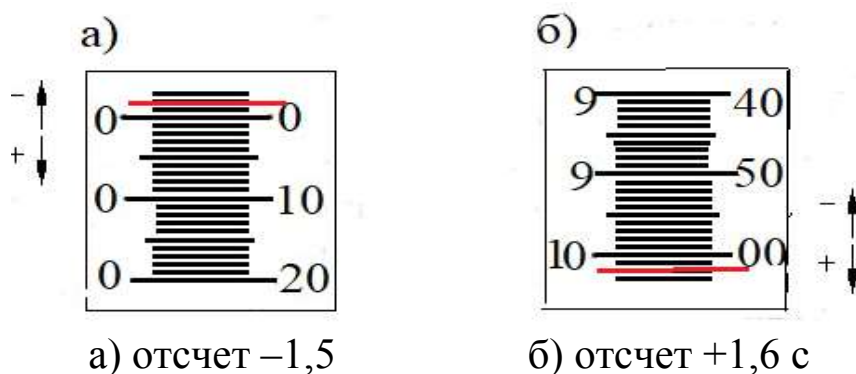

Рис. 10. Отсчеты по шкале микрометра
7. Переключают внимание на соседнюю пару штрихов A (верхний) и $A+180^\circ-\lambda$ (нижний). Добиваясь их совмещений берут отсчёты c и c' . Отсчёты по шкале микрометра удобнее брать и записывать относительно начального нулевого и конечного оцифрованного делений шкалы. Если отсчёты располагаются выше нулевого или конечного оцифрованного делений, отсчётам придают знак «минус», для нижних отсчетов – знак «плюс» (см. рис. 10, а, б).